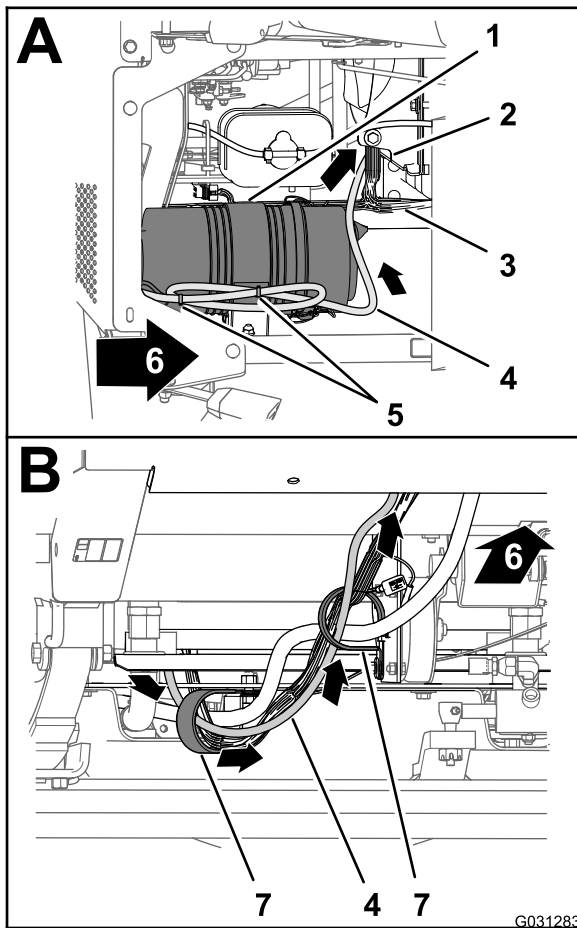

Figura 141
- En el lado derecho del compartimento del motor, enrute la rama de 220 cm del arnés de datos por delante del filtro de aire del motor y hacia abajo hasta la esquina inferior derecha del radiador (Figura 141).
- Enrute la rama de 220 cm del arnés de datos hacia adelante y a través de las 2 abrazaderas en R situadas en la parte inferior de la máquina (Figura 141).